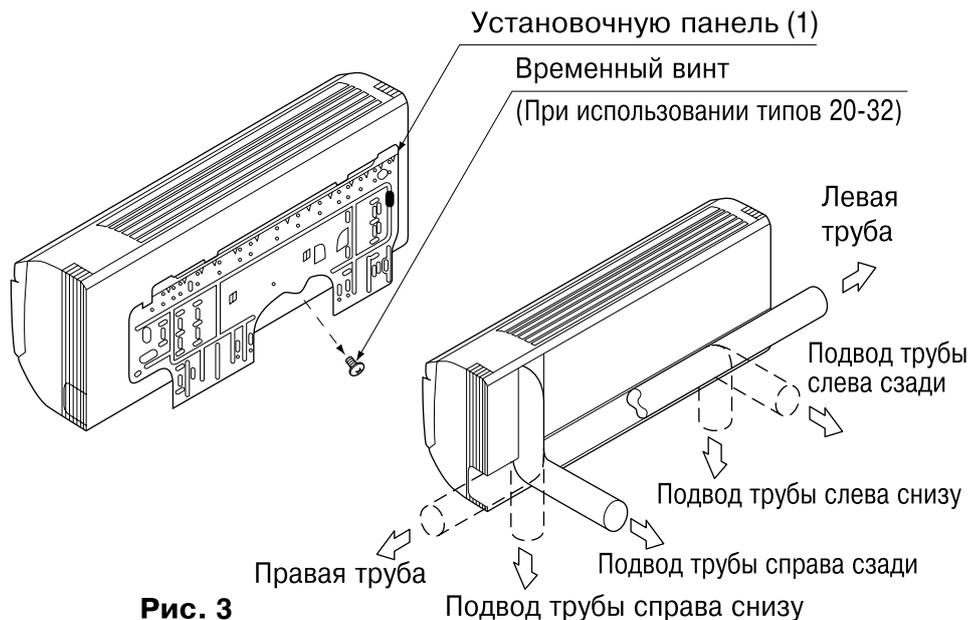

Рис. 3
(1) Откройте отверстие для трубопровода.
- Трубопровод для хладагента и дренажную трубу можно вывести в 6 направлениях: слева, снизу слева, сзади слева, справа, снизу справа и сзади справа. **(См. рис. 3)**
- С использованием бумажного шаблона для монтажа (3) выберите направление для вывода трубопроводов и проделайте отверстие (φ80) в стене. Проделайте отверстие таким образом, чтобы обеспечить наклон дренажного трубопровода в нисходящем направлении. (См. раздел “6. РАБОТА С ДРЕНАЖНЫМ ТРУБОПРОВОДОМ”)
(2) Снимите установочную панель (1) с блока и прикрепите его к стене.
(Установочная панель временно прикреплена к блоку при помощи винта. (При использовании типов 20-32)) **(См. рис. 3)**